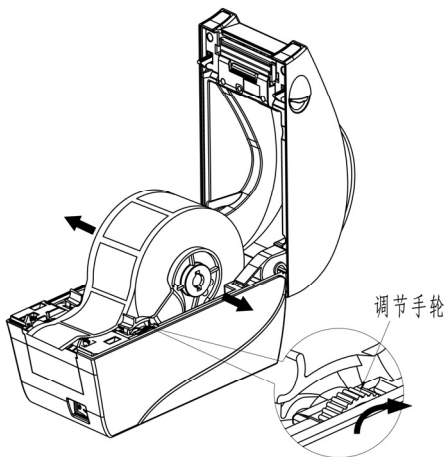

图 2.4.4
- 4) 适当转动调节手轮，使纸支架略宽于纸卷宽度，防止纸卷受力(见图 2.4.4)。